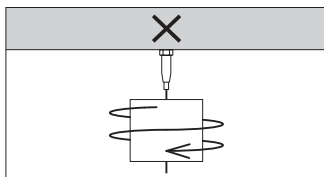

図10
- ・ 吊っている対象物を回転させるなど、ワイヤーに常にねじれの力が加わる状態での使用はお止めください（図10）。ワイヤーが金具から抜ける場合があります大変危険です。